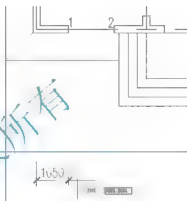

图 3.39 指定尺寸线和散水线之间的距离
③ 在指定尺寸线位置或[多行文字(M)/文字(T)/角度(A)/水平(H)/垂直(V)/旋转(R)]: 提示下, 将光标垂直向下拖动, 输入“1200”(如图 3.39 所示), 指定尺寸线和拉长的散水线之间的距离为 1200mm, 按 Enter 键结束命令。